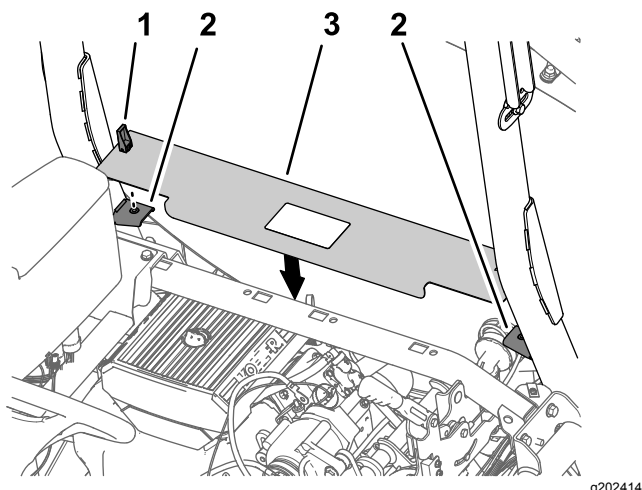

Figura 218
1. Alinee los cierres del panel de acceso del motor con los casquillos de los soportes del panel en la barra antivuelco (Figura 218).
2. Monte el panel en los soportes (Figura 218).
3. Gire las palancas de los cierres hacia abajo para sujetar el panel a los soportes (Figura 218).